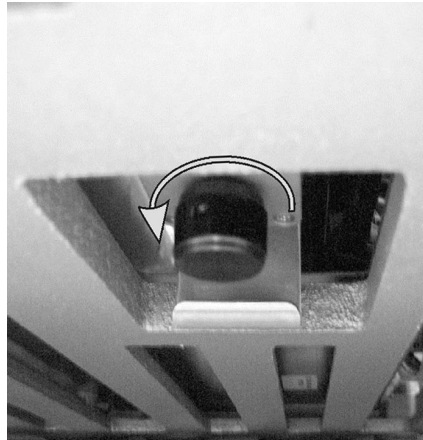

Figura 132: Trinco de liberação manual
7. Girar o trinco na direção mostrada na Figura 132. À medida que o trinco é girado, os Covertiles se movem sobre as lâminas e o conjunto todo e a bandeja sobem.
4. Localizar o trinco de liberação manual (consulte Figura 132) sob o conjunto de coloração de lâminas.
5. Girar o trinco na direção mostrada na Figura 132. À medida que isso é feito, os Covertiles devem se mover sobre as lâminas e o conjunto todo e a bandeja sobem.